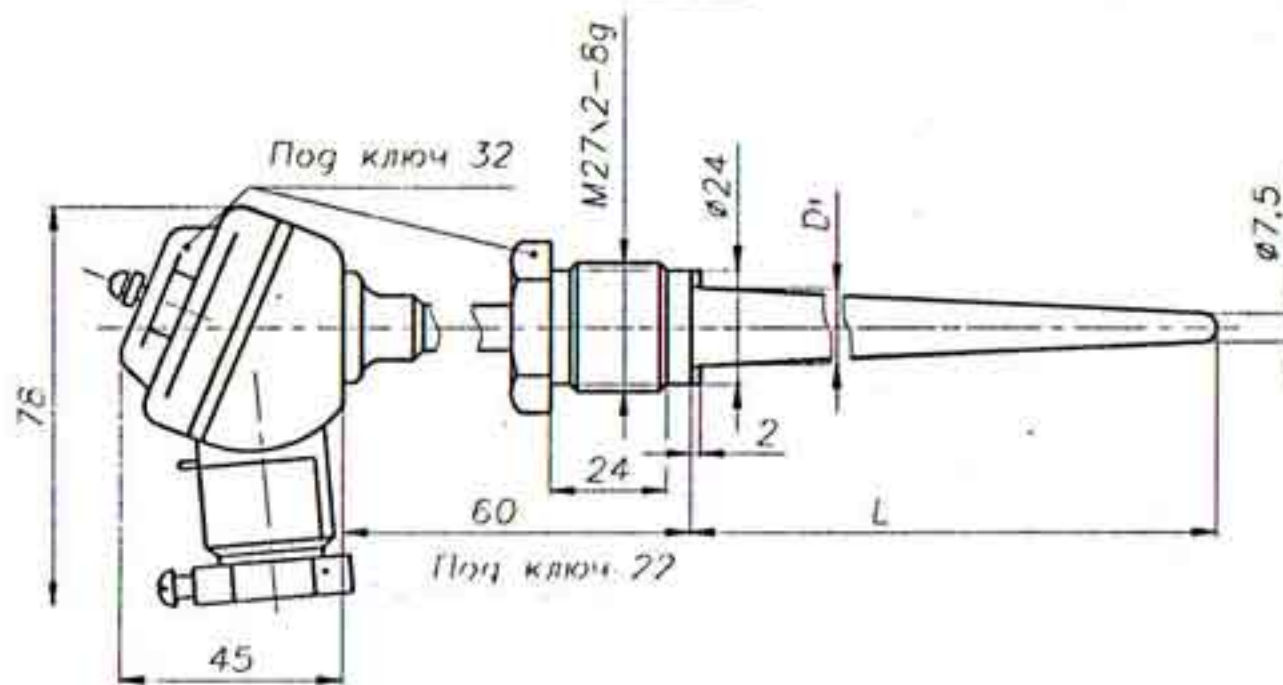

Рис. 8
** Для ТСП-8040 рис.8 D₁=18 при L = 80 мм.